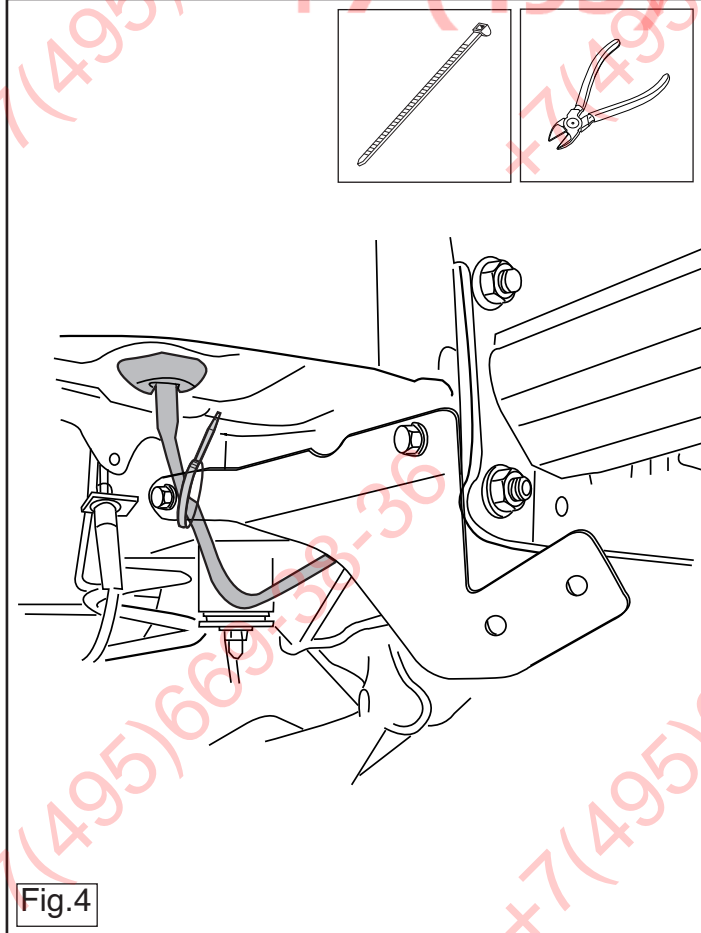

Fig.4
4. Attach the cables with tie-wraps. See figure 4
4. Die Kabel mit Kunststoffklemmband festbinden. Siehe Abbildung 4
4. Lier les câbles ensemble avec des attaches en plastique). Voir la figure 4